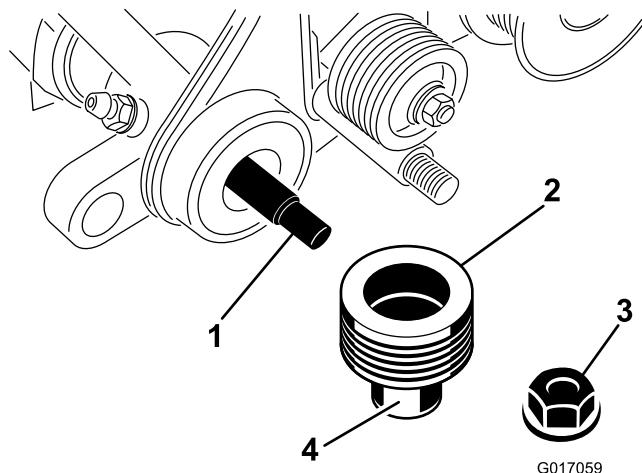

図6
13. 駆動ブーリのシール面に図6のようにグリスを塗る。
14. グルーマシャフトにブーリを取り付ける図6。
15. フランジロックナットを使ってブーリをシャフトに固定する図6。23.28Nm 2.42.9kg.m=1721ft.lbにトルク締めする。
16. 左側サポートのプレートのシールと、グルーマシャフトの端部にグリスを塗布する図6。